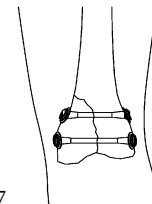

図 7
- 7) 正面像及び側面像でインプラントの状態を確認し、縫合して手術を終了します。（図 7）